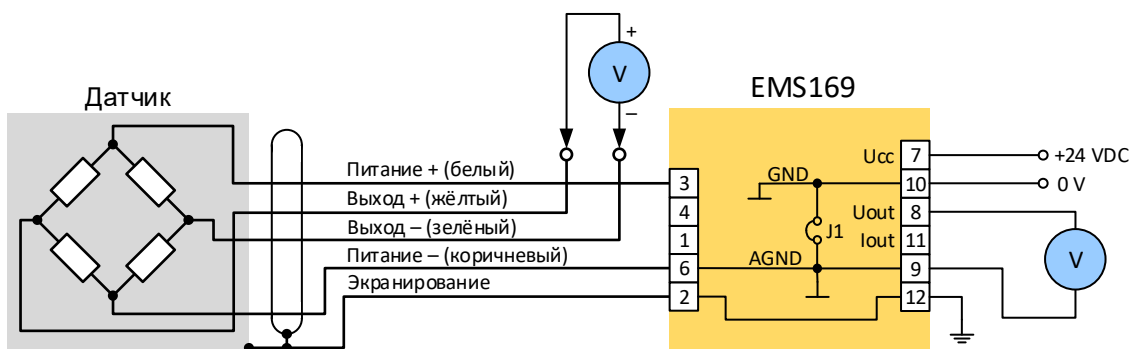

Рис. 11. Измерение выходного напряжения датчика
6. **Контроль напряжения на выходе у датчика.** Перегрузка датчика относительно часто бывает причиной ошибки и проявляется так, что напряжение на выходе неперегруженного датчика (которое должно быть теоретически нулевое) превышает дозволённый допуск. Напряжение можно измерить в подключении, изображённом на рис. 11.